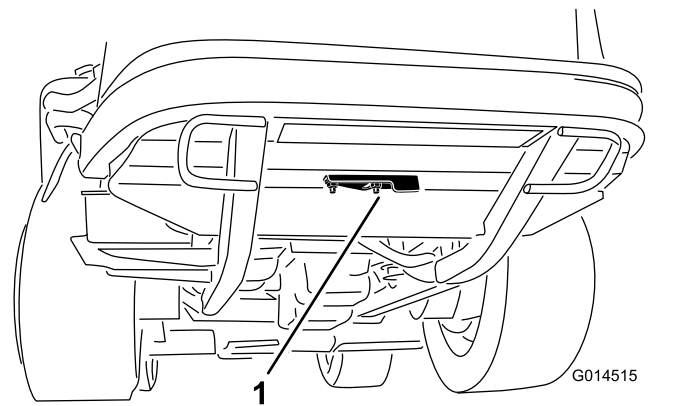

Figura 60
2. Afloje la tuerca con arandela prensada que sujeta la tapa del hueco de limpieza a la parte inferior del bastidor trasero (Figura 60). Gire la tapa a un lado para tener acceso al hueco de limpieza del bastidor.